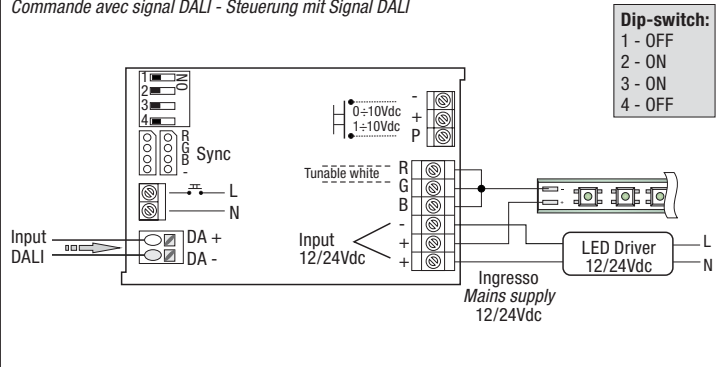

Fig. 15 - Comando con pulsante isolato - Command with isolated button
- 1 - Pulsador NA SELV (aislado de la red - Fig. 15)